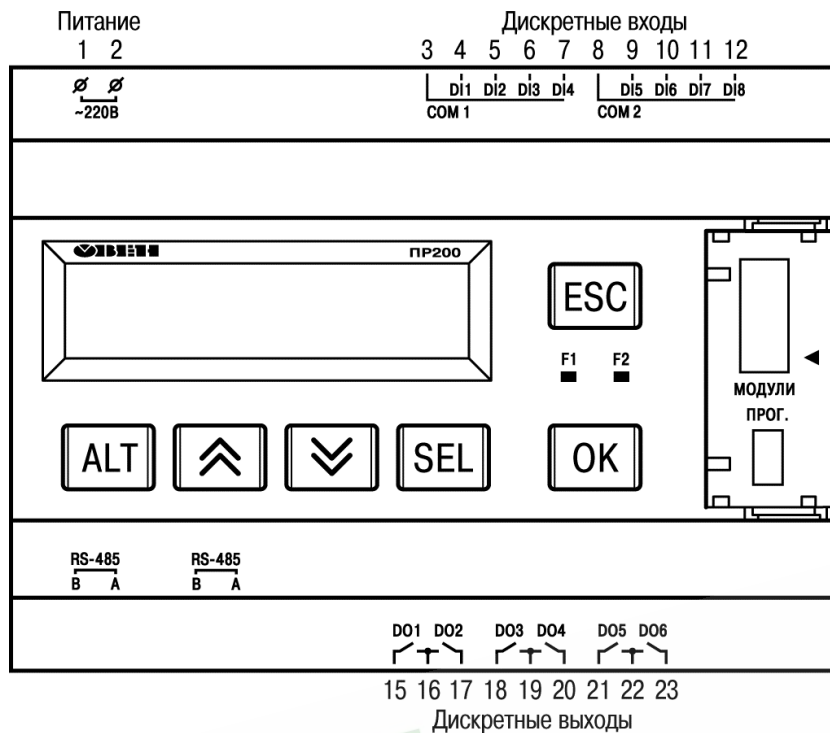

Рисунок 4.1 – Вид на лицевую сторону PR200 (крышка отсека подключения модулей условно не показана)
4.1.2 Корпус прибора имеет ступенчатую трехуровневую форму. На лицевой (передней) плоскости корпуса расположены элементы индикации и управления, на задней поверхности корпуса расположены защелки крепления прибора на DIN-рейке. **На верхних и нижних ступенчатых поверхностях** корпуса размещены разъемные соединения прибора (клеммники), через которые осуществляется подключение исполнительных механизмов, дискретных и аналоговых датчиков, линий связи RS485 и других внешних связей (см. рисунок 4.1).